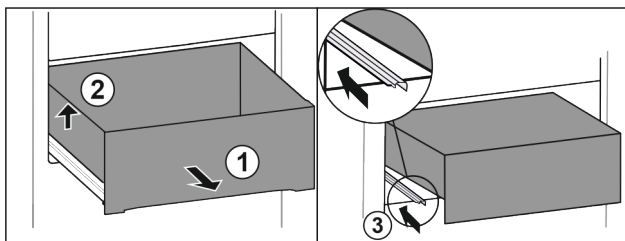

Fig. 88
- Estrarre il cassetto fino all'arresto. Fig. 88 (1)
- Sollevare il cassetto a sinistra. Fig. 88 (2)
- Inserire la guida sinistra. Fig. 88 (3)